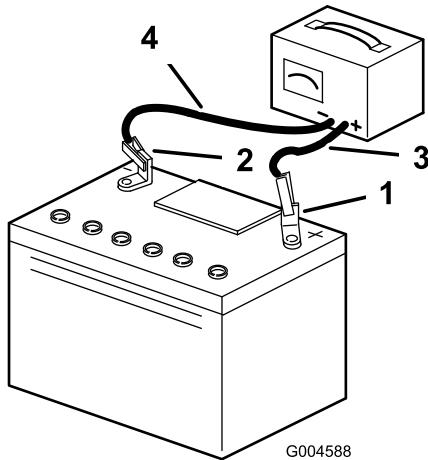

Figure 30
5. Débranchez les fils du chargeur des bornes de la batterie (Figure 30).